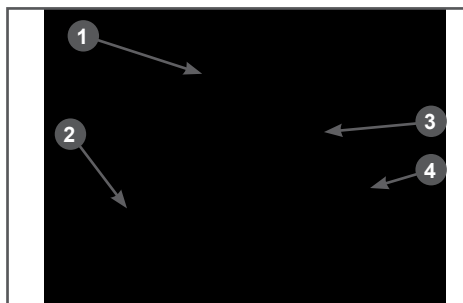

**Рис. 9 Регулировка длины тросов включения хода и шнека**
- Отрегулируйте длину тросов включения шнеков и включения хода. Для примера, на Рис. 9 показан механизм регулировки троса включения шнеков. При полностью нажатом рычаге включения шнеков пружина 5 должна
быть растянута на 0,5 - 1 см (Рис. 9). Для регулировки длины троса ослабьте затяжку контргайки 3, вкрутите в муфту 2 или, при необходимости, выкрутите из муфты регулировочный винт 4 (Рис. 9). После окончательной регулировки затяните контргайку 3. Регулировка длины троса включения хода производится таким же образом.